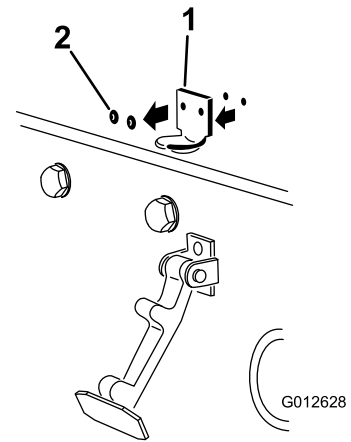

Figure 23
2. Déposez les 2 rivets qui fixent le support du loquet au capot (Figure 23).
**Remarque:** Le support de verrouillage doit être en appui contre le capot (Figure 23). Ne retirez pas le boulon et l'écrou du bras de support de verrouillage.